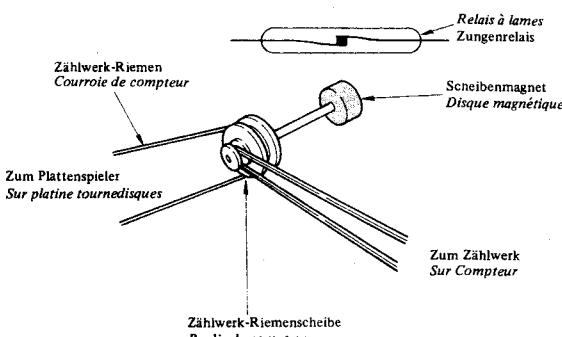

Abb. 43 Fig. 43
Der Zusammenhang zwischen dem Scheibenmagneten und dem Zungenrelais ist in Abbildung 43 dargestellt. Der Scheibenmagnet ist mit der Riemenscheibe des Bandzählwerkes verbunden. Wenn sich der Scheibenmagnet dreht, schneidet das Magnetfeld die Ankerwicklung des Zungenrelais. Die Magneten ziehen sich an bzw. stoßen sich ab, so daß der Schaltkreis geschlossen oder geöffnet wird. Mit anderen Worten, diese Ankerwicklungen übernehmen die Funktionen der früheren Ankerkerne, Kontaktfedern, Kontakte usw. Die Hauptvorteile des Zungenrelais liegen in höherer Stabilität gegenüber atmosphärischen Änderungen, im leichteren Gewicht, in der kompakten Ausführung und in der höheren Ansprechgeschwindigkeit.
*Le rapport entre le disque magnétique et le relais à lames est illustré par la Figure 43. Le disque magnétique est connecté à la poulie du compteur. Au fur et à mesure que l'aimant tourne, le flux modifie la magnétisation des armatures internes du relais à lames. Les parties sont attirées l'une vers l'autre et repoussées ce qui provoque l'ouverture et la fermeture du circuit.*